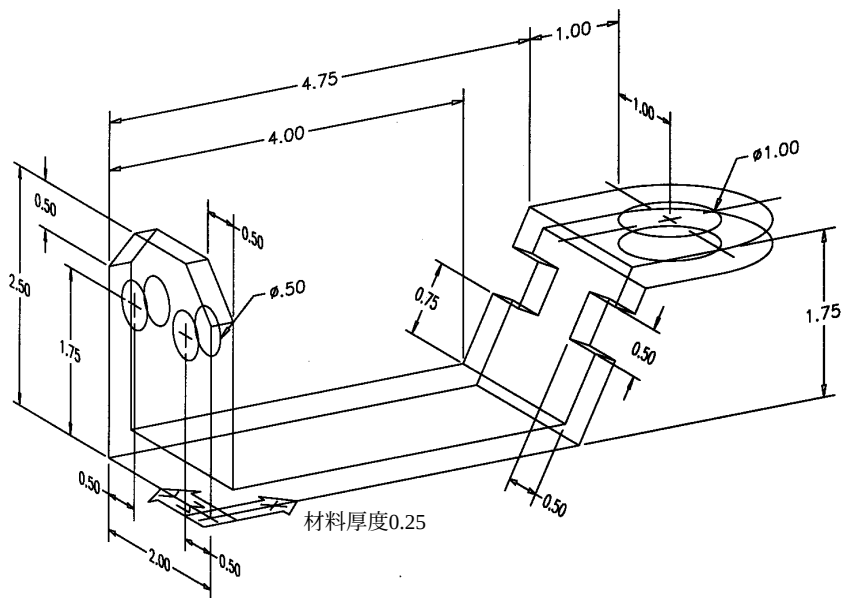
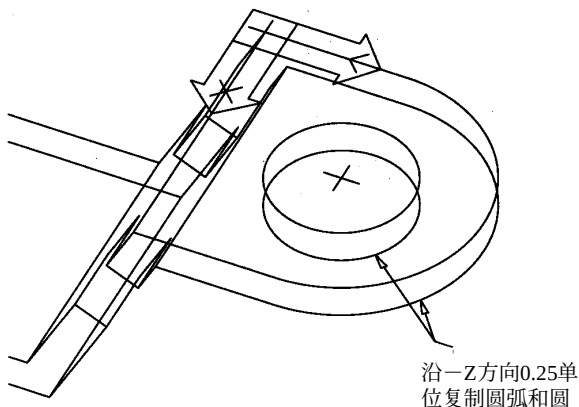

图 2-50
图 2-58
在练习中，你将所学的 UCS 知识应用于构造如图 2-50 所示的线框模型操作中。虽然构造该模型不用 UCS 也是可能的，但是这样会使操作困难，速度缓慢。因而，利用 UCS 的平移和旋转，用习惯使用的二维命令能够容易和快速地创建该模型。
17) 构造线框模型的最后步骤是按 Z 负方向 0.25 单位复制圆弧和圆，如图 2-58 所示。最后，所作的线框模型除了没有尺寸标注外，应与本练习开始时的图 2-50 中的线框模型类似。